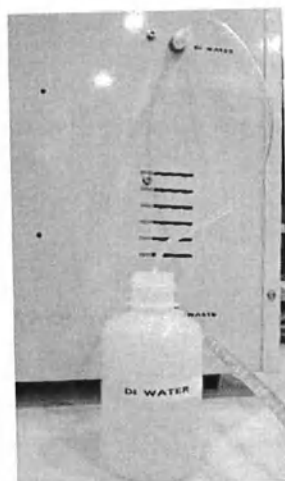

Рисунок 58
9.5.7.1 Наполните бутылку для деионизированной воды деионизированной водой и поместите сзади Устройства [Рисунок 58].